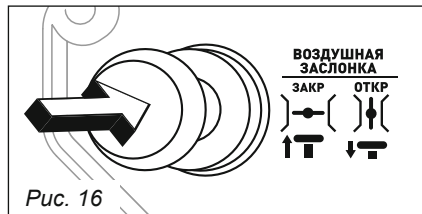

Рис. 16
6. После того как двигатель будет запущен, переместите рычаг воздушной заслонки в позицию «ОТКРЫТО» (рис. 16).
Для замены масла выкрутите и извлеките пробку щуп из маслозаливной горловины (рис. 16). Открутите сливную пробку из картера двигателя и слейте масло в заранее подготовленную емкость. Установите сливную пробку на место и плотно закрутите.